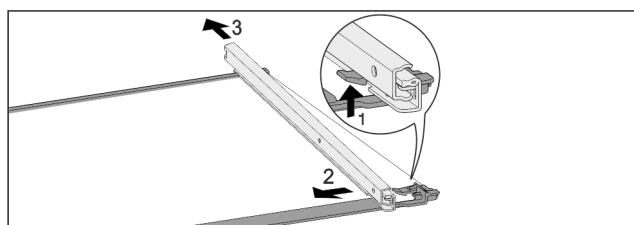

Fig. 124 Стеклянная пластина с направляющими
- Отожмите передний стопорный крючок вверх. Fig. 124 (1)
- Сдвиньте выдвижную направляющую в сторону Fig. 124 (2) и назад Fig. 124 (3).